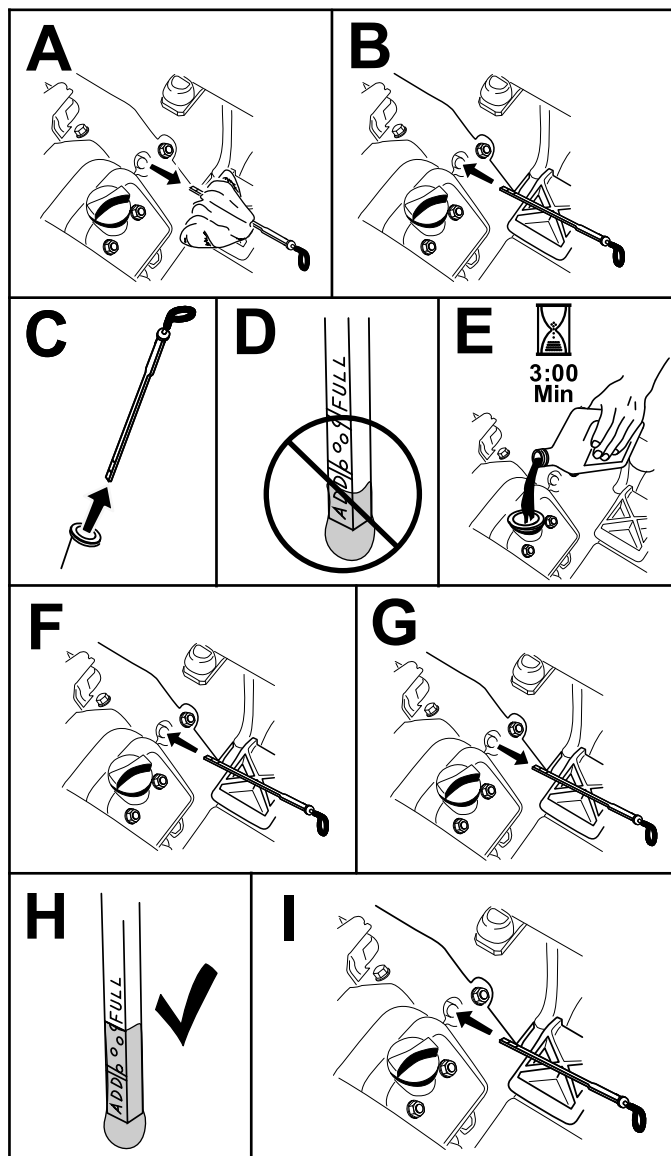

Рисунок 25
5. Вставьте масломерный щуп в трубку и убедитесь в том, что он вставлен до упора. Выньте щуп из маслозаливной горловины и проверьте уровень масла. Если уровень масла низкий, снимите крышку заливной горловины с крышки клапанной коробки и долейте масло указанного типа до отметки Full (Полный) на щупе (Рисунок 25).